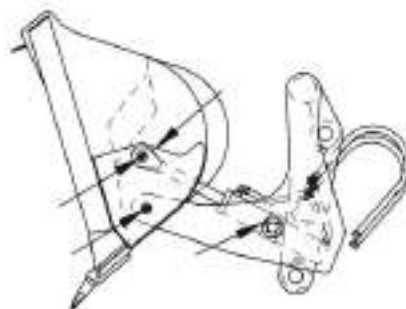

Рис. 5.12В. Масленки ковша высокой выгрузки (если установлен)
10. Смазать шкворневые соединения ковша с тягами (2 масленки). Смотри Рис. 5.12.